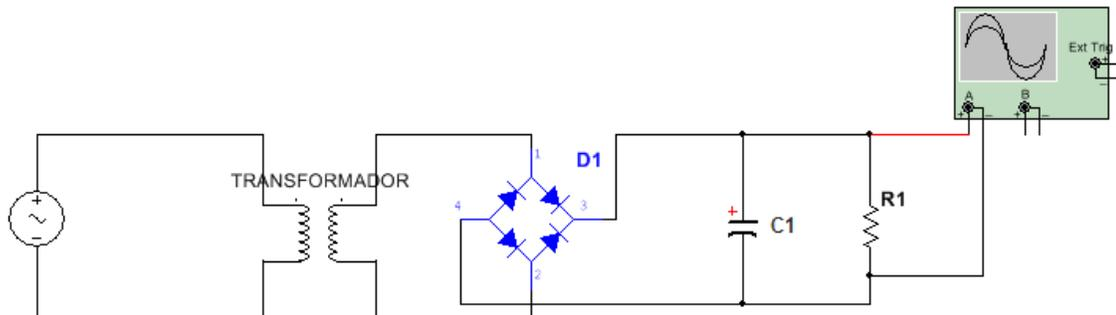
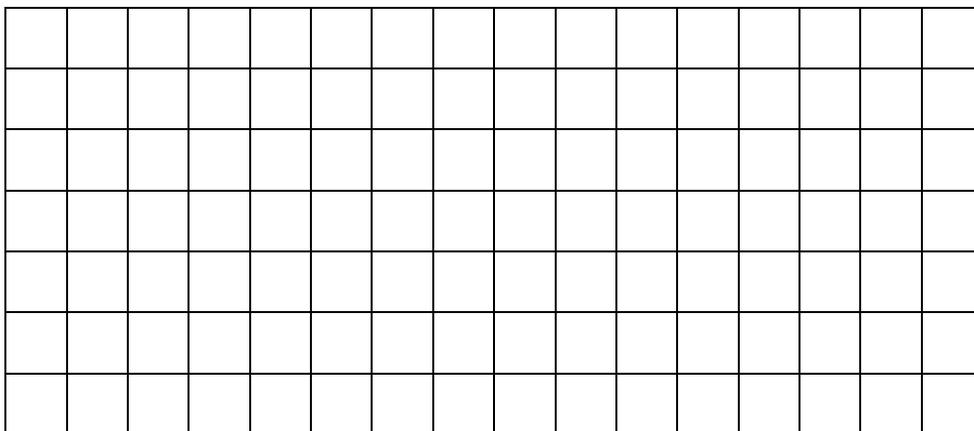

Figura 3.15. Rectificador de onda completa con capacitor electrolítico.
Figura 3.17. Oscilograma de la figura 3.13 con capacitor de $220\ \mu\text{F}$.
2. Agregue un capacitor electrolítico de $22\ \mu\text{F}$ a 50V (C1) al circuito anterior, paralelo a la resistencia (figura 3.15). Con el osciloscopio observe la forma de onda del voltaje en el resistor y dibuje el oscilograma (3.16). **Nota: Verifique la polaridad del capacitor, de lo contrario podría sufrir un accidente.**
3. Sustituya el capacitor de $22\ \mu\text{F}$ por otro de $220\ \mu\text{F}$ a 50V de la figura 3.15 Con el osciloscopio observe la forma de onda del voltaje en el resistor y dibuje el oscilograma (figura 3.17).